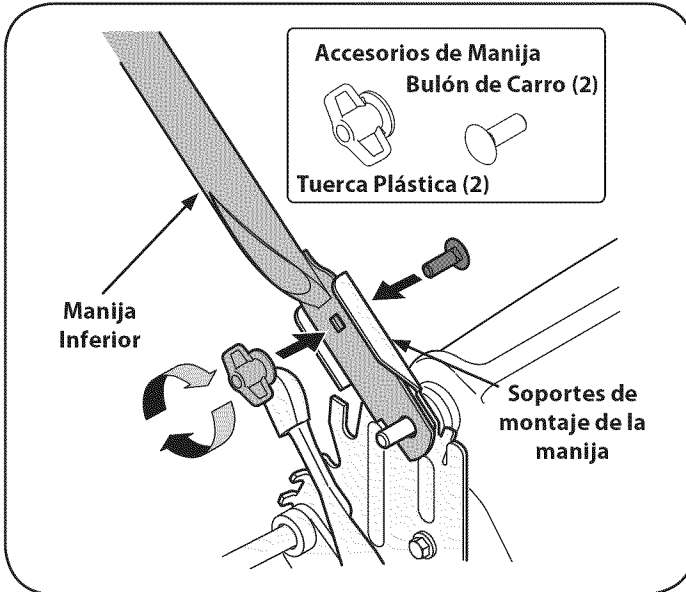

Figura 2
2. Inserte el bulón de carro que está en la bolsa del manual, en el orificio superior en el soporte de montaje de la manija. Sujete con una tuerca plástica de mariposa, que también se incluye en la bolsa del manual. Vea la Figura 2. Repita del otro lado con los restantes accesorios.